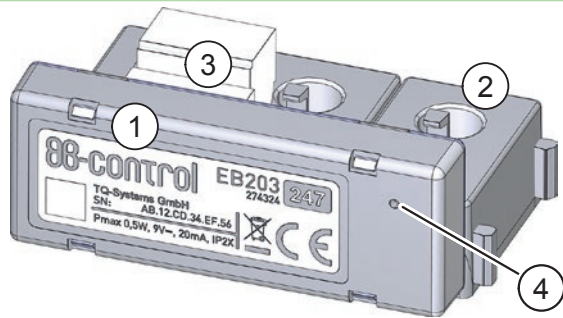

Fig. 1: Volumen de suministro del Sensorbar, ejemplo EB203
## 10 LED en el Sensorbar (ver pos. 4 en Fig. 1)